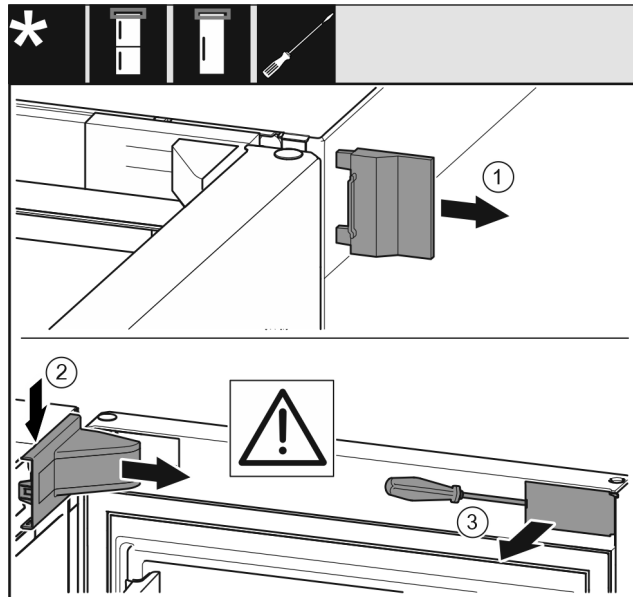

Fig. 6
- ▶ Detașați apărătoarea exterioră. Fig. 6 (1)
- ▶ Deblocați și desfaceți apărătoarea suporturilor de lagăr. Detașați apărătoarea suporturilor de lagăr. Fig. 6 (2)
- ▶ Deblocați masca cu șurubelnița plată și pivotați-o în lateral. Fig. 6 (3)